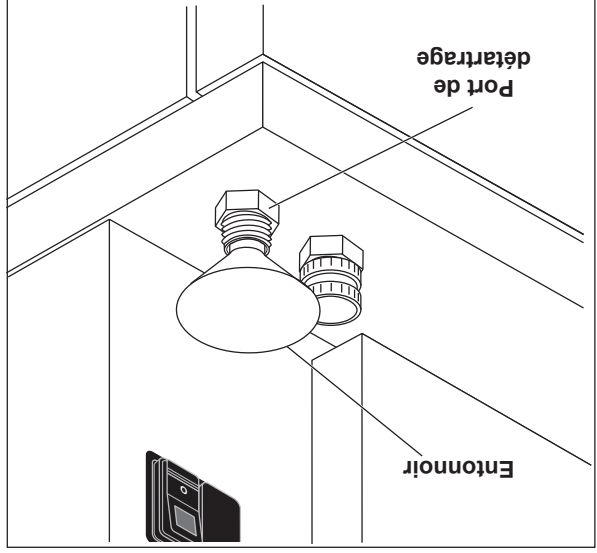

Figure 3
4. Retirez le bouchon du port situé sur le rebord avant sous le compartiment inférieur et insérez un entonnioir dans le port de détarrage (fig. 3).